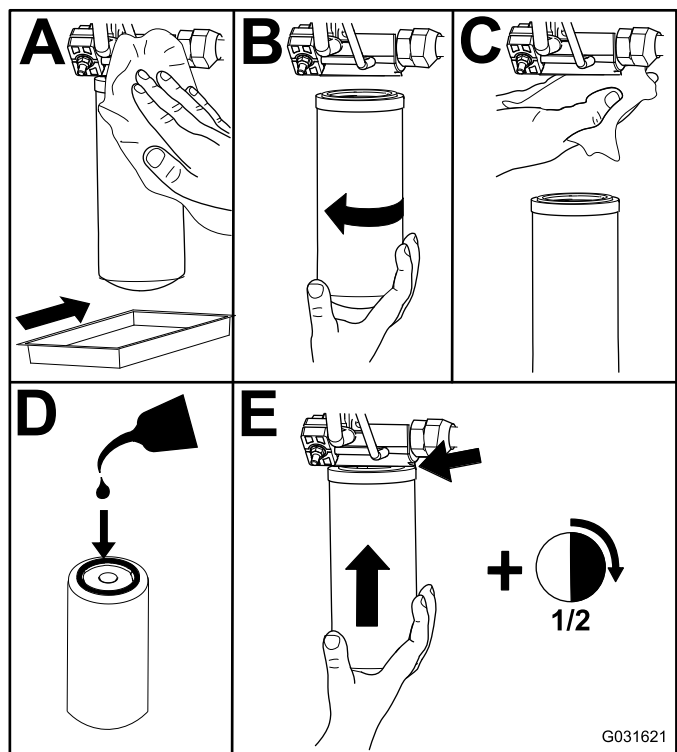

図 70
2. **図 70** のようにして、油圧昇降部のチャージ油圧フィルタを交換する。
4. 機体右側にある戻りオイル用フィルタを交換する 図 70。